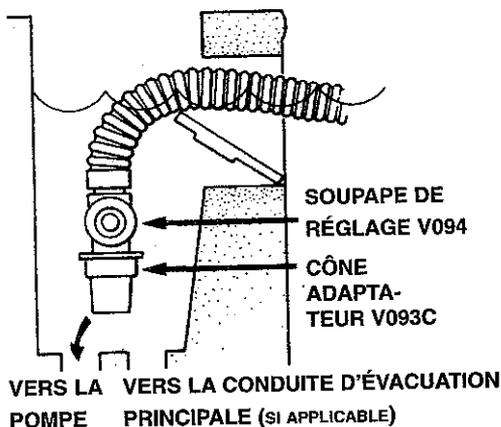

Figure 6
le Navigator à l'aide d'une ou de plusieurs soupapes dans le système de filtrage, de la Soupape de Réglage Hayward V094, ou d'une Plaque de Vide Automatique pour Écumeur Hayward destinée à régler le vide/débit d'eau. Pour installer la Soupape de Réglage V094, éteignez le système de filtrage, retirez le tuyau du Cône d'Écumeur V093C, et – après avoir fermé la Soupape de Réglage (en faisant tourner la bague bleue dans le sens des aiguilles d'une montre, vers +) – insérez-la dans le Cône d'Écumeur, puis insérez l'extrémité du tuyau dans la Soupape de Réglage (voir Figure 6).
Certains écrémoirs possèdent deux (2) trous au fond. Il se peut qu'il y ait une soupape, un flotteur ou un couvercle sur ses trous. Retirez tout ce qui se trouve dans l'écumoir, de manière à exposer les trous. Le trou arrière est généralement l'orifice d'aspiration. Dans certains cas il sera nécessaire d'utiliser la Soupape de Réglage V094 pour contrôler le débit d'eau à travers le Navigator (voir Figure 6).